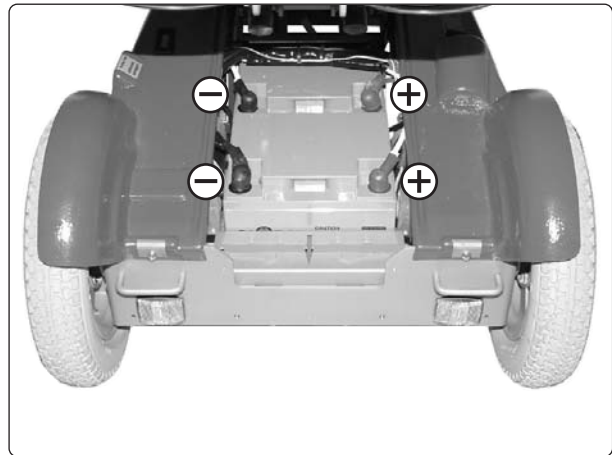

Abb. 12. Batterieanschlüsse.
6. Lösen Sie die Batterieanschlüsse, zunächst an den Pluspolen, siehe Abb. 12.